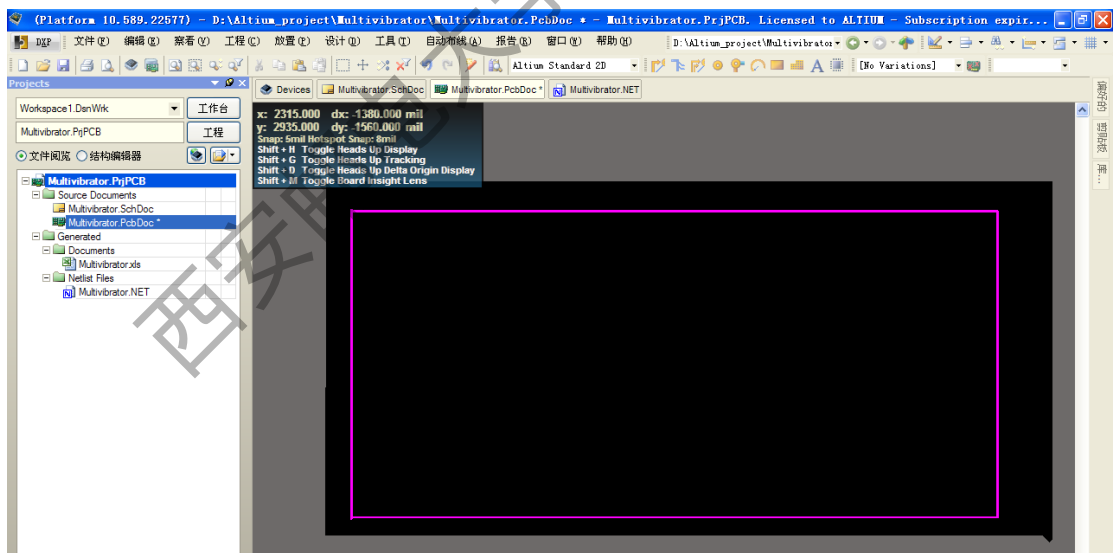

图 2-28 重新定义后的电路板
6. 板形的修改。对边框线进行设置的主要目的是给制板商提供加工电路板形状的依据。用户也可以在设计时直接修改板形，即在工作窗口中可直接看到自己所设计的电路板的外观形状，然后对板形进行修改。板形的设置与修改主要通过“Design”菜单中的“Board Shape”子菜单来完成，选择重新定义板的形状，此时光标将变成十字形状，工作窗口显示出绿色的电路板。移动光标到电路板上，单击确定起点，然后移动光标多次单击确定多个固定点，以重新设定电路板的尺寸，当绘制的边框未封闭时，系统将自动连接起始点和结束点以完成电路板形状的定义。右击或者按 Esc 键退出该操作。重新定义以后，电路板的可视栅格会自动调整以满足显示电路板尺寸确定的区域。重新定义后的电路板如图 2-28 所示。